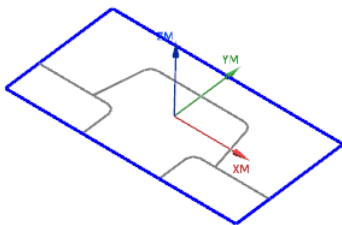

图 16.13 选取曲线
Step4. 按顺序依次选取图 16.13 所示的曲线(顺时针或逆时针),单击按钮,在“创建边界”对话框中单击按钮,同时系统返回到“边界几何体”对话框,单击按钮。